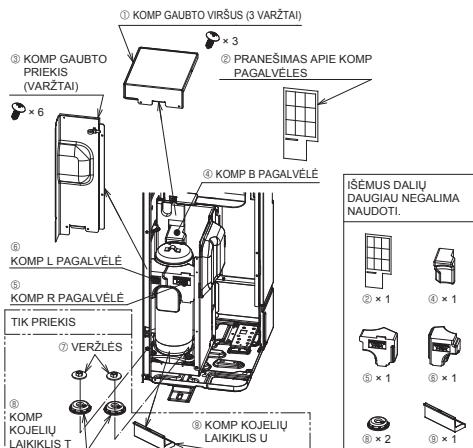

Fig. 4-1
- Prieš pradėdami naudoti įrenginį, būtinai atidennite KOMP GAUBTO VIRŠU ir KOMP GAUBTO PRIEKĮ ir išimkite KOMP fiksujamąjas dalis. (Fig. 4-1)